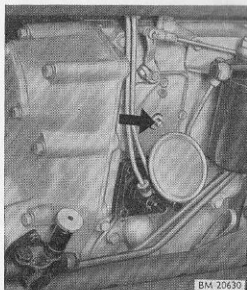

Bild 3. Kallstartknapp.
4. Är motorn kall, tryck in knappen till kallstartanordningen (se bild 3, sid. 11).